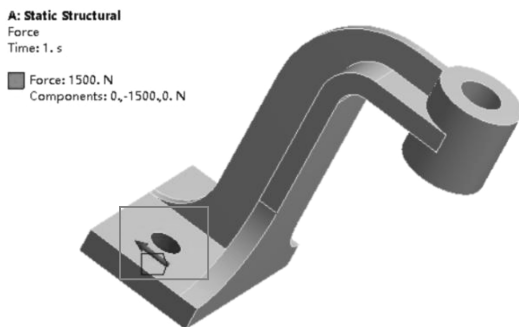

图 12-5 施加力载荷
(3) 施加力载荷：在标准工具栏中单击 ，选择表面，在环境工具栏中单击【Loads】→【Force】→【Details of “Force”】→【Definition】→【Define By】= Components，【Y Component】= -1500N，如图 12-5 所示。